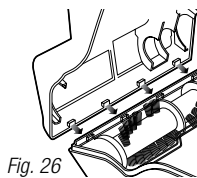

Fig. 26
- 3 Para volver a armarla, inserte las trabas del borde del frente de la cubierta inferior en los orificios correspondientes de la mitad superior e inclínela nuevamente hacia abajo hasta que se trabe en su lugar. **(Fig. 26)**